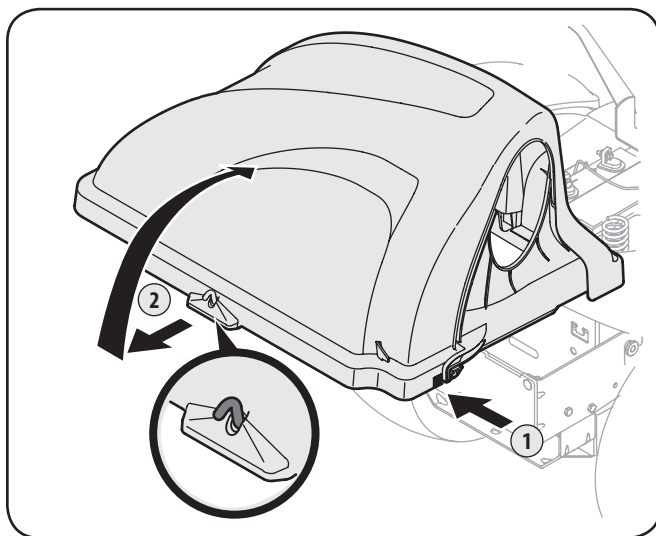

Figure 5-1
2. Ouvrez le capot en appuyant sur l'arrière, la languette du côté droit avec votre main droite, comme illustré au point 1 de la Figure 5-1, et levez le couvercle avec votre main gauche placée sur à l'arrière du centre du couvercle du dispositif d'ensilage, point 2.